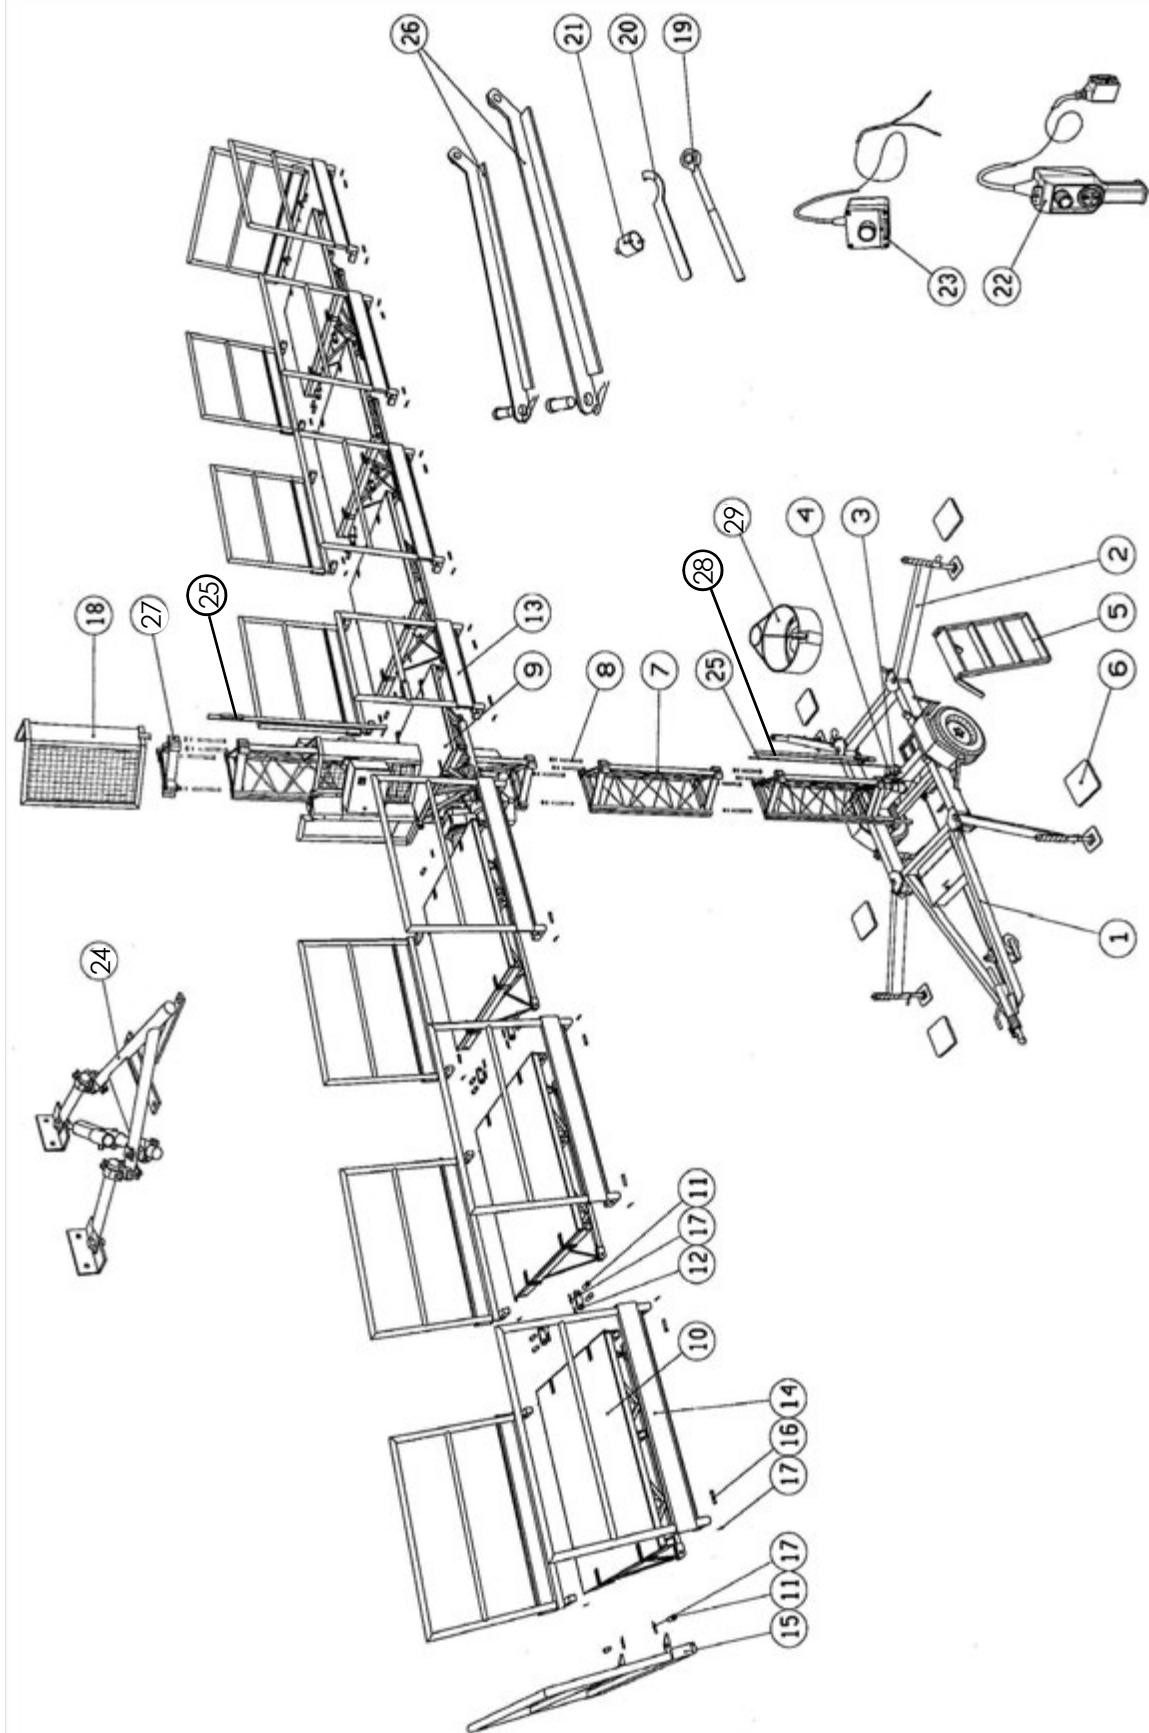

Рис. 1.8.
1.2. БАЗОВЫЙ КОМПЛЕКТ ПОСТАВКИ SC1000 НА КОЛЕСНОМ ШАССИ С ПЛАТФОРМОЙ 10.1 М (см. Рис. 1.8 С1-99028)